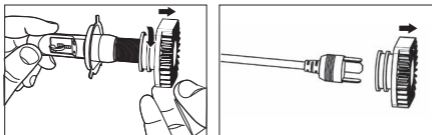

図 3
- 5.3 LED4ヘッドライトのヒートシンク部のねじを外し、図3に示すように、ヒートシンク部をバーナーとコネクタから取り外します。